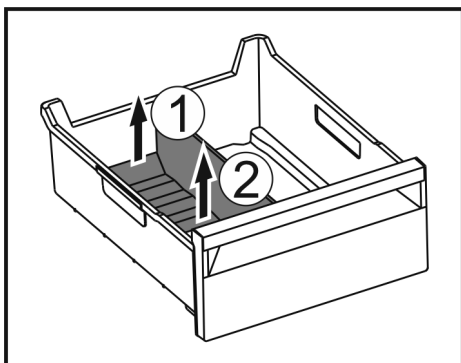

Fig. 168
- ▶ Підняти задню частину перегородки відділення для льоду. Fig. 168 (1)
- ▶ Вилучити перегородку рухом вгору. Fig. 168 (2)